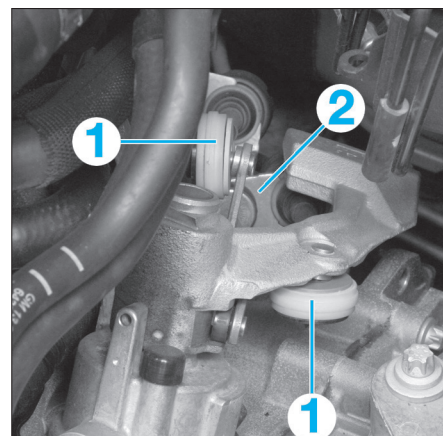

FIG. 6
- Décliper les câbles de commande (1) de la boîte de vitesses (fig. 6).
- Retirer les câbles de commande et de sélection de la patte d'appui (2) en appuyant sur les 2 clips vers l'arrière.